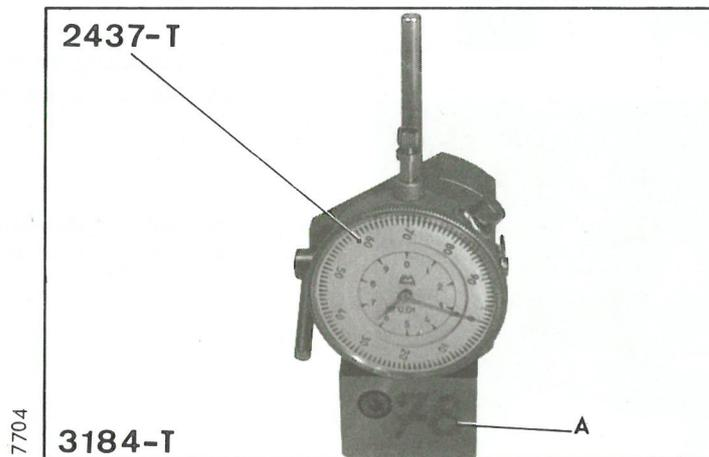

Abb. 4
- d) Messuhr 2437-T auf Träger A aufmontieren. Den so ausgerüsteten Träger auf eine Richtplatte bringen (s. Abb. 4).